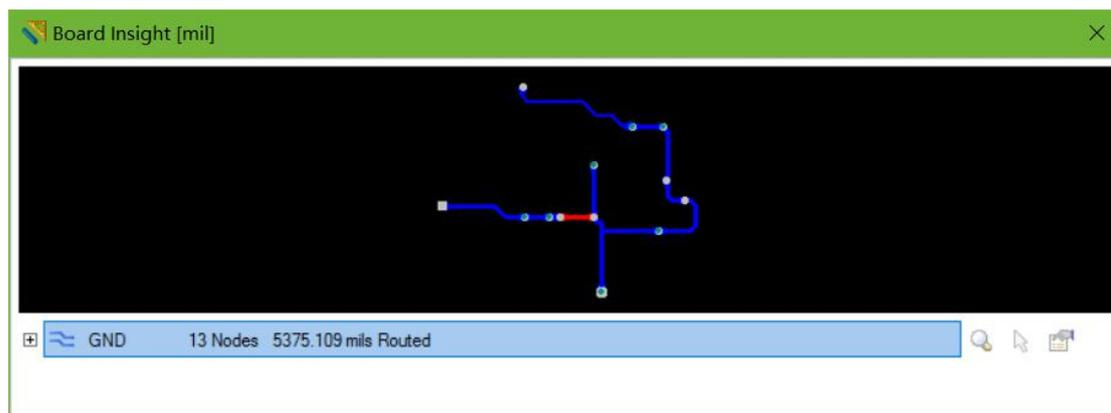

图 5-13 电路板浏览器
- **【Shift + X Explore Components and Nets】**：按 **【Shift+M】** 快捷键可以打开电路板浏览器，如图 5-13 所示，在该浏览器中可以看到网络和元件的详细信息。